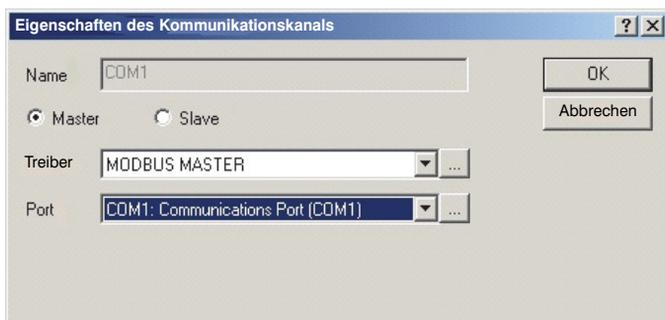

Abbildung 208: Kommunikationkanal mit Modbus
- Klicken Sie im Fenster Eigenschaften neben Treiber auf die Schaltfläche [...] (siehe Abbildung 208) und überprüfen Sie die Angaben für Abfrageintervall, Antwort-Timeout und die anderen Parameter: